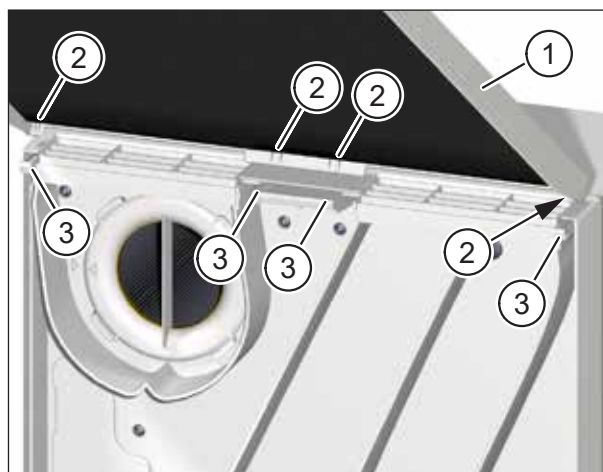

Fig. 19 : Poser le couvercle sur l'appareil d'aération
- ▶ Saisissez des deux mains le couvercle (pos. 1 dans Fig. 19) de l'appareil d'aération et inclinez le bord supérieur du couvercle dans la direction de l'appareil d'aération.
- ▶ Introduisez les ergots (pos. 2 dans Fig. 19) du couvercle dans les supports (pos. 3 dans Fig. 19) sur la face supérieure de l'appareil d'aération.